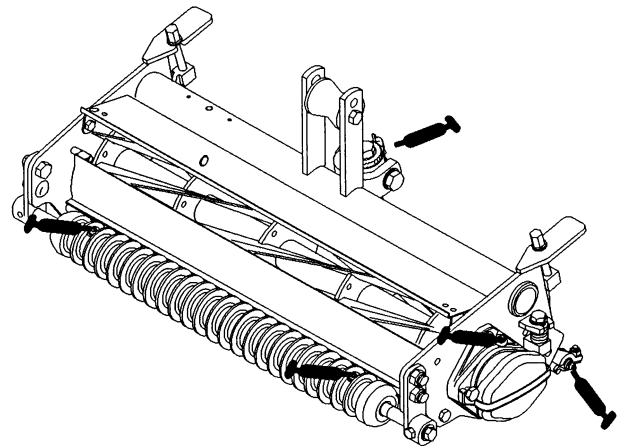

Figure 5
Emplacement et nombre de graisseurs: Pivot de la contre-lame (1), roulements du cylindre (2) et rouleaux avant et arrière (2 de chaque) (Fig. 5).